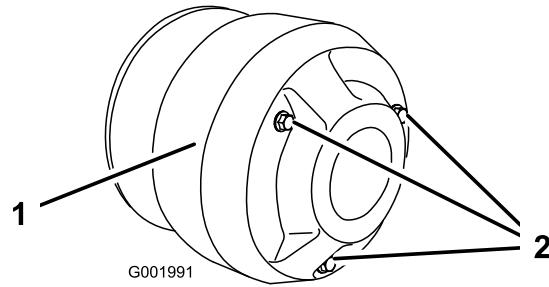

図 59
- クラッチ・カバーのボルト（3本）を外してカバーを取る（図 59）。